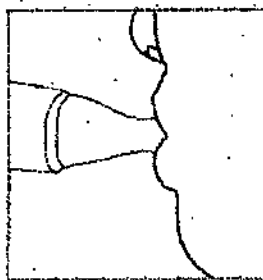

Fig. 10
- Utilice la boquilla: coloque la boquilla en su boca y cierre los labios levemente para facilitar el pasaje del líquido nebulizado a la posición de la lesión con fluidez. (ver Fig. 10)